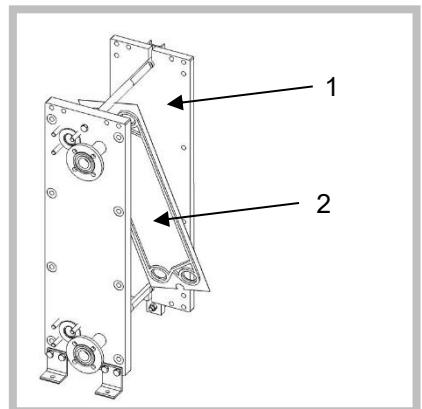

Figura 36
2. Peça a uma segunda pessoa para proteger as placas do permutador de calor contra deslizamento. Deslize uma placa de cada vez na direção da tampa do quadro [1] e coloque-a em posição angular (Figura 36). Oscile para fora lateralmente a placa do permutador de calor [2].